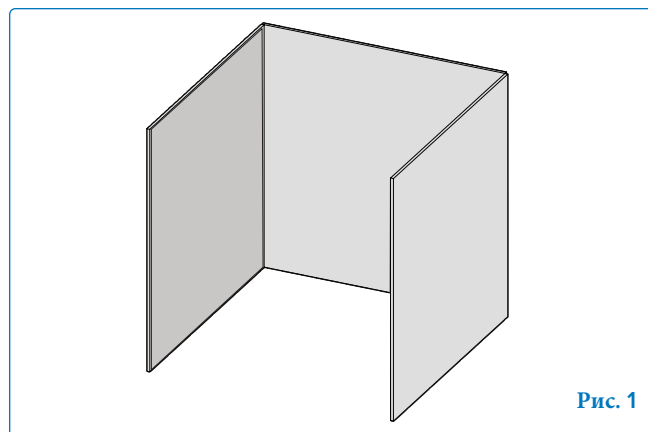

Рис. 1
- Прибор считается находящимся на открытом воздухе, если он установлен в укрытии со стенами с трех сторон, но без крыши. (Рис. 1).